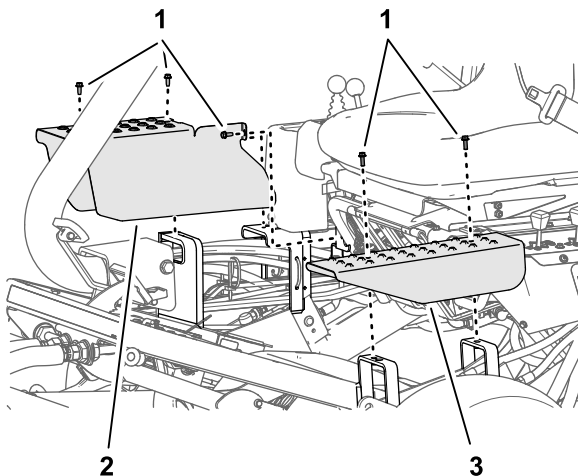

Bild 52
- Entfernen Sie die Schrauben, mit denen die Abdeckplatte des Hubzylinders befestigt ist, die Sie von den Stützhalterungen des Chassis einstellen (**Bild 52**).